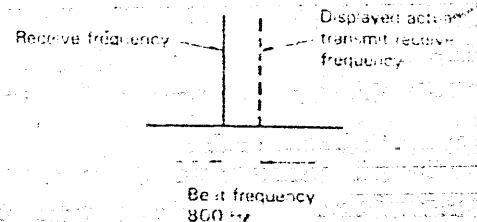

Fig. 5-10 Battimento zero in CW
(1) Controllate che la lettura di "ALC", nei picchi di modulazione, sia contenuta entro la scala apposita; se necessario, ritoccate la regolazione del comando "MIC" per una lettura nei limiti suddetti.
(2) Se notate che il circuito di "VOX" viene eccitato dal rumore dell'altoparlante, regolate il comando "ANTI-VOX" fino ad ottenere un corretto funzionamento.
(3) Non agite in modo eccessivo sul guadagno dei circuiti di "VOX" e "ANTI VOX". Se il circuito di "VOX" interviene tra una parola e l'altra, oppure resta eccitato troppo a lungo, regolate la costante di tempo di rilascio, per mezzo del comando "DELAY".
8. COME OPERARE IN CW (Fig. 5-10)